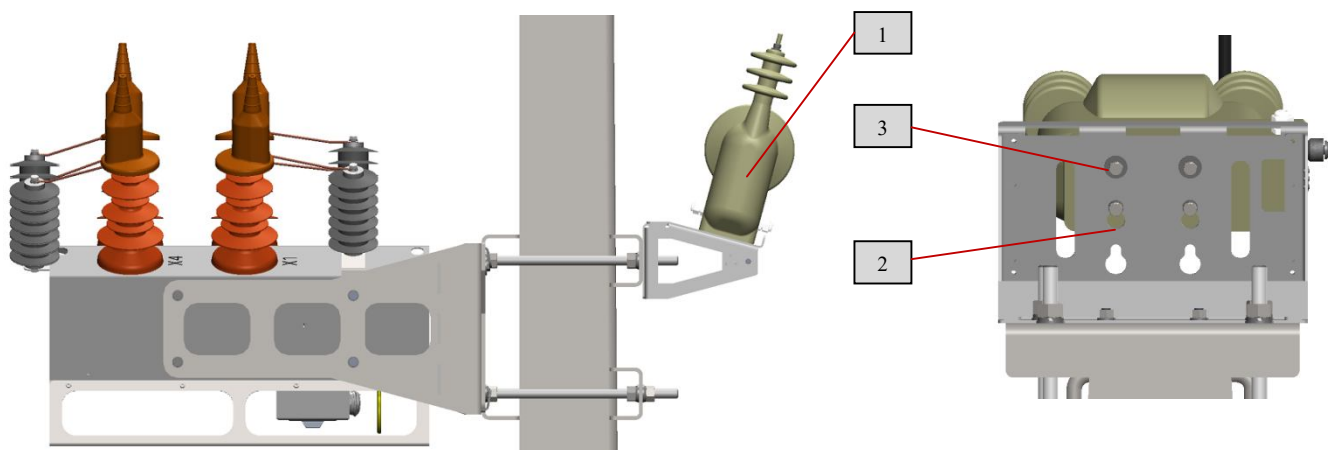

Рис.33 Установка ТСН
Установить ТСН (1) в фигурные пазы на монтажной площадке (2). Затем закрепить ТСН четырьмя болтовыми соединениями М10 (3) как показано на рис.33.